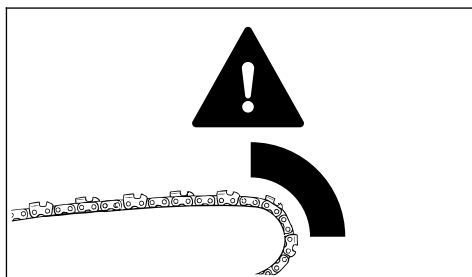

Рис. 5
- пильная цепь у верхушки шины на небольшой промежуток времени защемляется в разрезе (рис. 5).